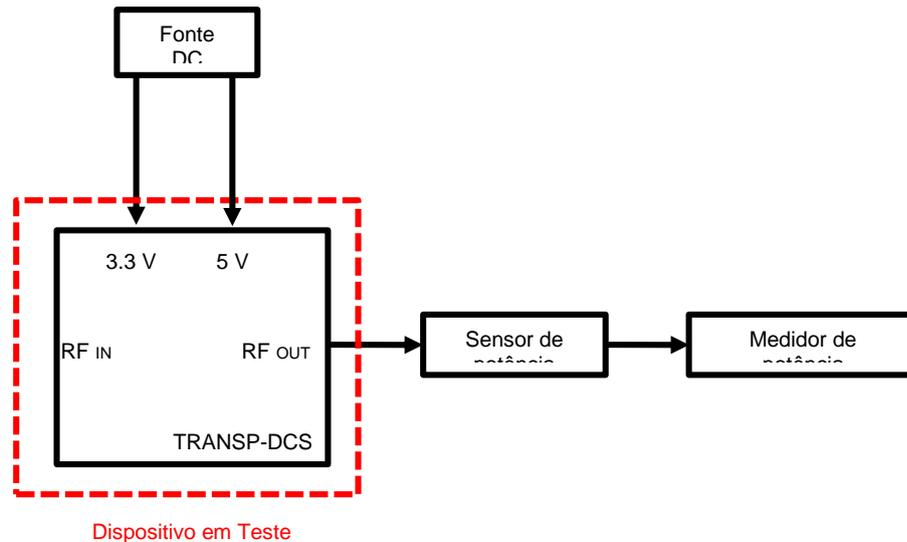

Figura 3.6.1 – diagrama de execução do teste de potência de saída.
- 1) Realizar as conexões descritas na Figura 3.6.1.